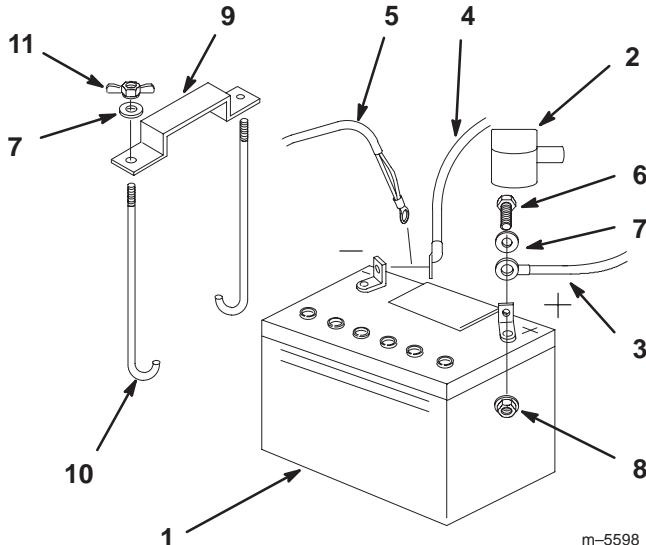

Figure 60
4. Fixez les câbles à l'aide de 2 boulons (1/4 x 3/4"), 2 rondelles (1/4") et 2 contre-écrous (1/4") (Fig. 60).
6. Fixez la batterie en position avec des boulons en J, une barrette de maintien et 2 rondelles (1/4"), ainsi que 2 écrous papillons (1/4") (Fig. 60).
1. Placez la batterie dans son support en tournant les bornes vers le moteur (Fig. 60).
3. Débranchez d'abord le câble négatif et le câble de masse de la borne négative (-) de la batterie (Fig. 60).
4. Ôtez le capuchon rouge de la borne positive (rouge) de la batterie. Retirez ensuite le câble positif (rouge) de la batterie (Fig. 60).
5. Retirez les deux écrous papillons (1/4") qui fixent la barrette de maintien de la batterie (Fig. 60).